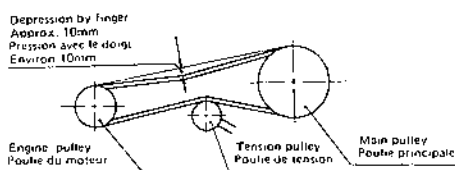

Fig. 5-1
- (1) La distance spécifiée entre les axes de la poulie du moteur et de la poulie principale est de 465 mm, cette distance peut se régler en déplaçant le moteur quand la courroie est trop tendue ou qu'une nouvelle est installée; le fléchissement de la courroie doit être d'environ 10 mm comme sur la Fig. 5-1.
- (2) Outre le réglage précédant, on pourra arriver à la tension idéale de la courroie en ajustant le tendeur de courroie par la pièce de réglage du câble d'embrayage, comme indiqué également à la Fig. 5-1.